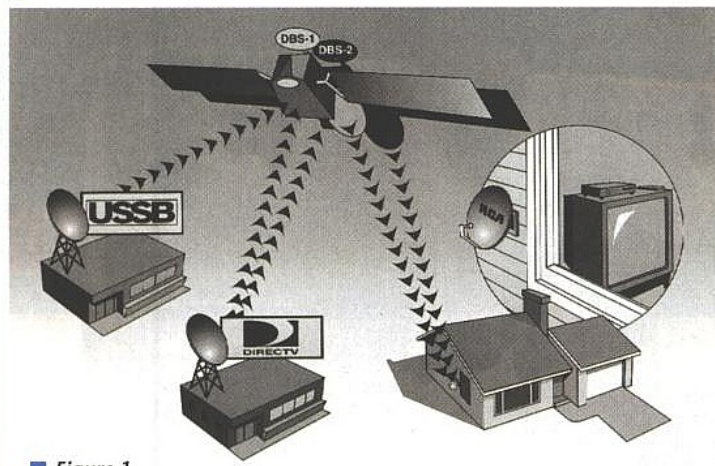

Figure 1
Ce circuit, dont le schéma-bloc est visible sur la figure 1, comporte toutes les fonctions actives ainsi que tous les filtres nécessaires au codage PAL ou NTSC de signaux vidéo sous forme RVB + Synchro ou YUV (avec synchro séparée ou incluse dans Y).
- les transpondeurs – au nombre de 16 par satellite – sont d'une puissance élevée, 120 W chacun, alors qu'ordinairement elle ne dépasse pas 45 W dans la bande Ku (12,2 à 12,7 GHz) dans laquelle les transpondeurs opèrent (voir figure 1).